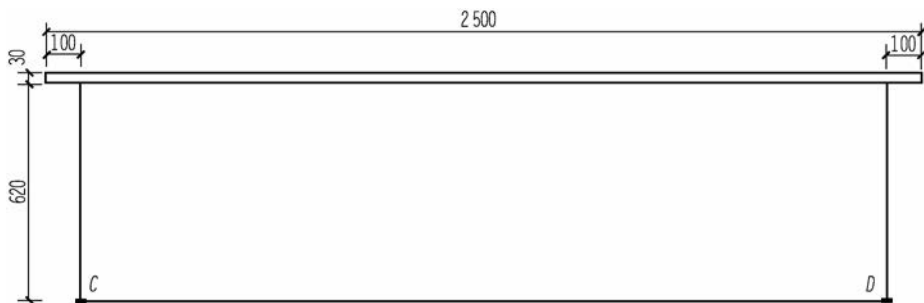

图 1-19 电视柜前视图的上半部分
(5)以 C 点为起点,完成电视柜前视图上半部分的绘制,如图 1-19 所示。